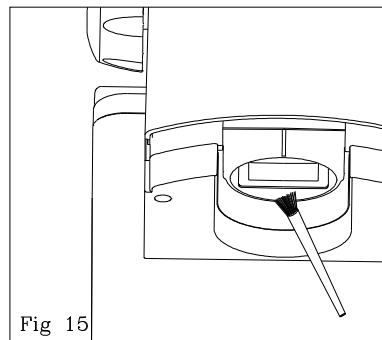

Fig 15
4. Nettoyage du réservoir de poudre (Fig. 15)